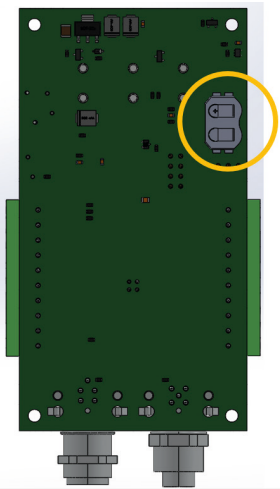

Abbildung 23. Knopfzellenposition
6. Auf der unteren Seite des BCI befindet sich die Knopfzelle, siehe Abbildung 23.